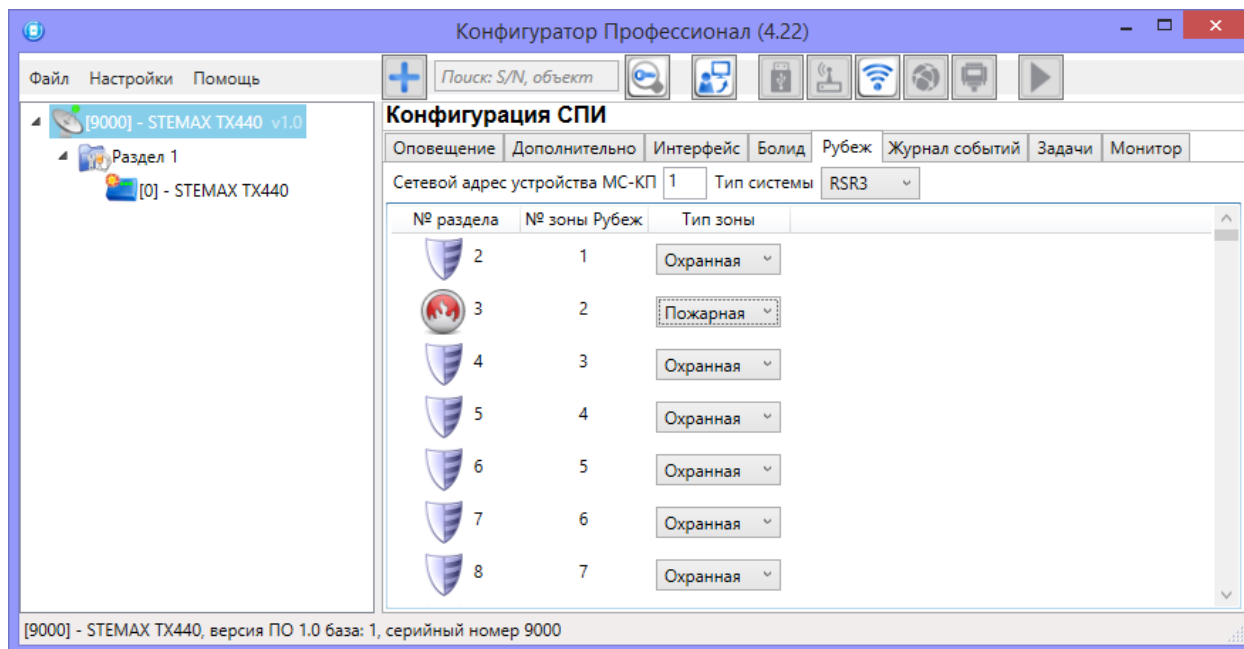

Рисунок 4.25 – Вкладка *Рубеж*
- На вкладке *Рубеж* (см. рисунок 4.25) заполните следующие параметры: